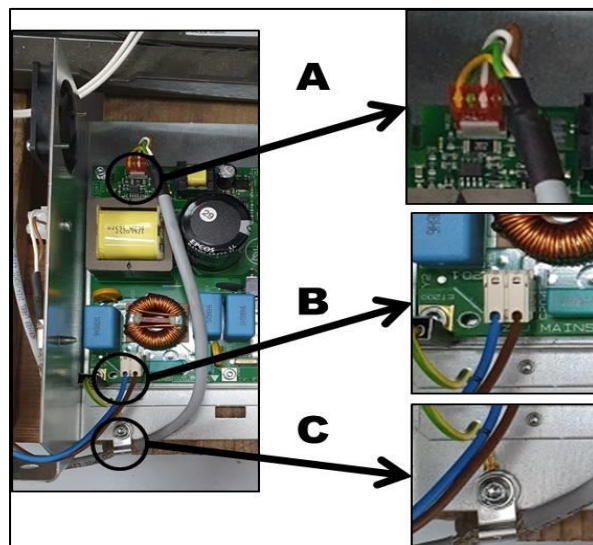

Fig.2.5
8. Desconecte el cable de comunicación **A** (Fig.2.5).
9. Desconecte los cables de alimentación **B** (Fig.2.5).
10. Destornille el cable de comunicación **C** (Fig. 2.5).